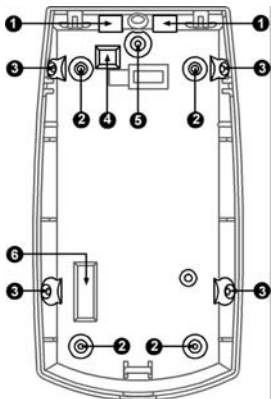

Fig 1 Knockout holes I Oficios troquelados I Troues de débouchure I Fori ciechi I Otwory montażowe
3. Break out the desired holes for proper installation (Fig. 1 – 2) for flat mount or Fig. 1-3 for corner mount) Use 4 screws type 3x30mm.
3. Haga los agujeros deseados para una instalación correcta ((Fig. 1 - 2) para enmarcar en lo plano o (Fig. 1 - 3) para enmarcar en la esquina) Use 4 tornillos de tipo 3x30mm.